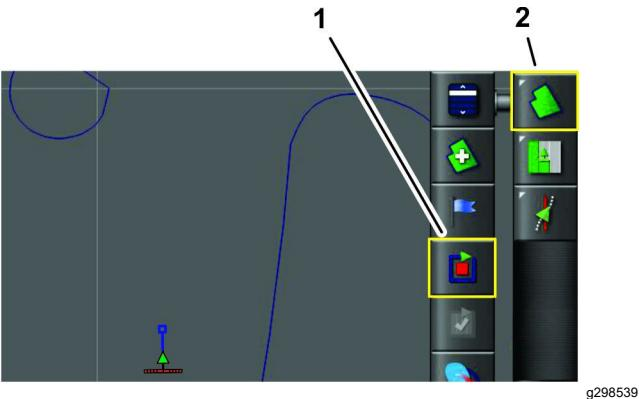

Figure 41
- Appuyez sur l'icône MENU DES CHAMPS, puis sur l'icône ENREGISTRER LA LIMITÉ DE CHAMP (Figure 41).